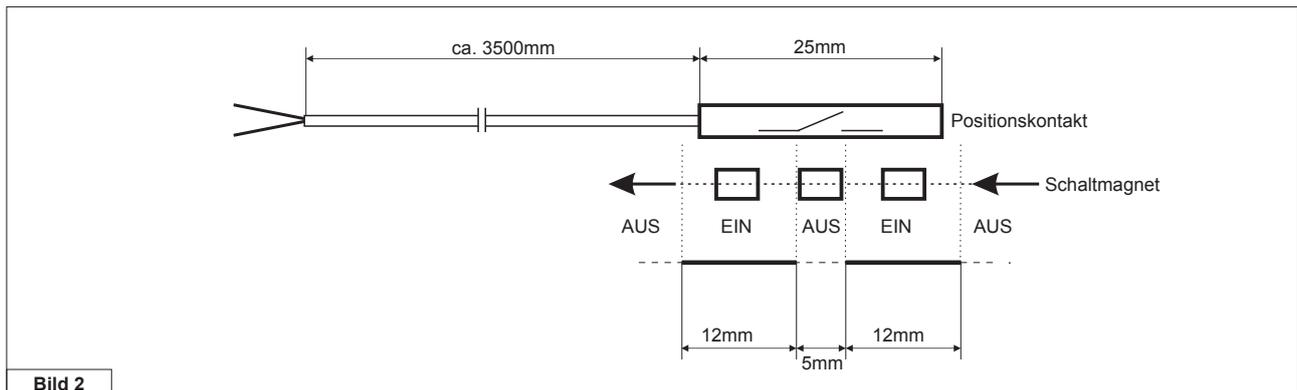

Bild 2
**Hinweis:** Während der Antrieb ausfährt wird der Positionskontakt **zweimal** betätigt (Bild 2).